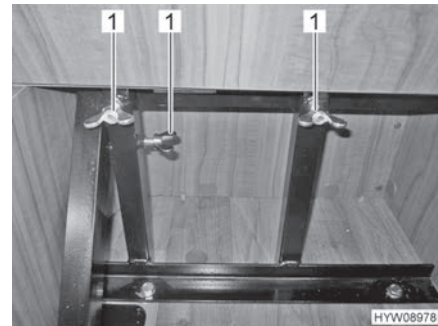

Fig. 20 Bloquer le siège emboîtable avec des écrous à oreilles
- Bloquer le siège emboîtable avec des écrous à oreilles (Fig. 20,1).